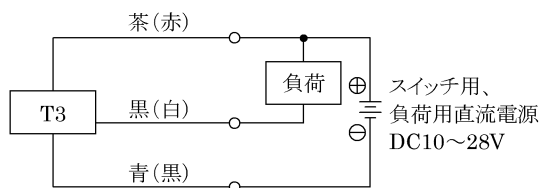
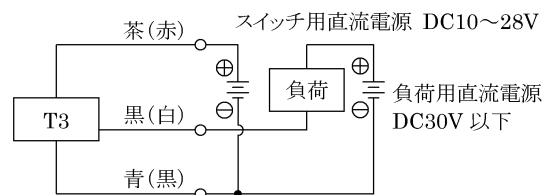

図1 T3 基本回路例(1)
図2 T3 基本回路例(2)
- リレーなどの誘導性負荷でお使いになる時は、必ず図1、図2の接点保護回路を設けてください。